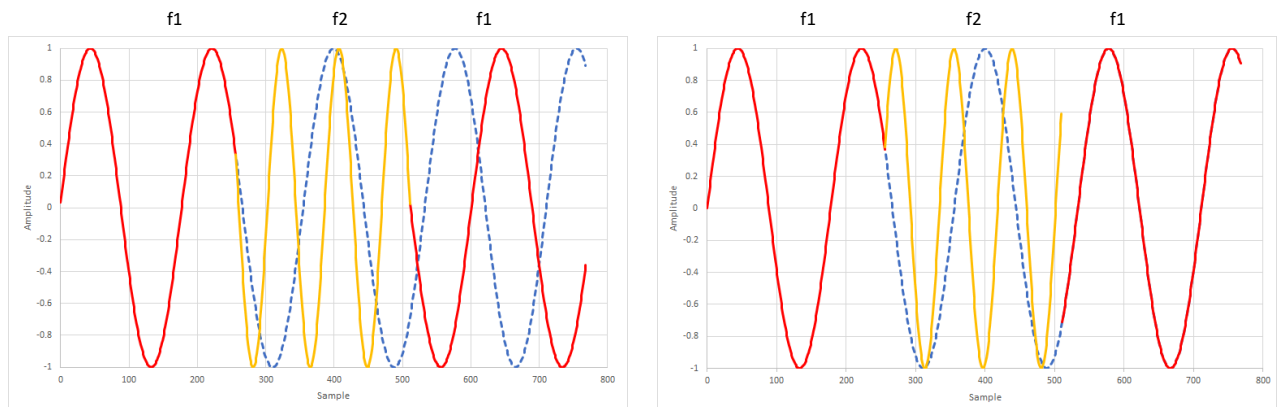

図 8-54. 位相連続 (左) と無限位相コヒーレント (右) NCO 周波数スイッチング
1. 位相連続 NCO: NCO 周波数が変化するには、図 8-54 (左) に示すように、NCO 位相は新しい周波数に徐々に調整されます。「破線」は、元の f_1 周波数の位相を示しています。
2. 無限位相コヒーレント NCO: 位相コヒーレント NCO では、SYSREF を使用して、すべての周波数が 1 つのイベントに同期します。これにより、周波数ホッピングの間で位相コヒーレンシが維持されるため、NCO をリセットする必要なしに、無限回の周波数ホッピングを実現できます。これを図 8-54 (右) に示します。元の周波数 f_1 に戻ると、NCO 位相は NCO が周波数を一度も変えなかったかのように見えます。